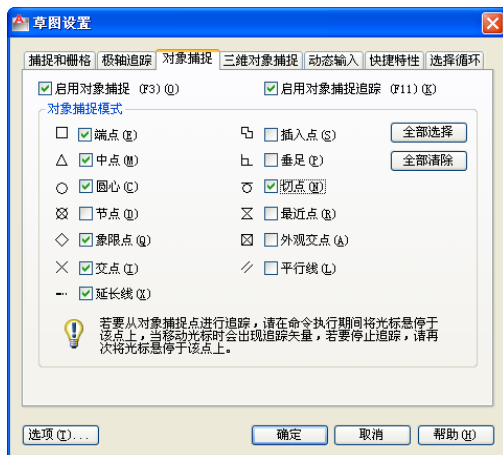

图 8-5 设置对象捕捉模式
(5) 设置对象捕捉模式。在绘制该平面图时，需要采用某些对象捕捉模式。在状态栏中右击“对象捕捉”按钮，从出现的快捷菜单中选择“设置”选项，打开“草图设置”对话框，从“对象捕捉”选项卡中设置对象捕捉模式选项，如图 8-5 所示。设置好之后，单击“确定”按钮。